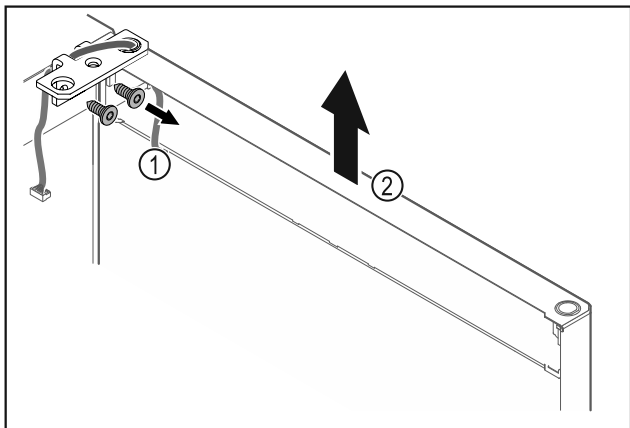

Fig. 21
- Csavarozza le a csuklópántot Fig. 21 (1).
- Az ajtót a csuklópánttal Fig. 21 (2) együtt emelje meg felfelé kb. 200 mm-rel, majd vegye le.